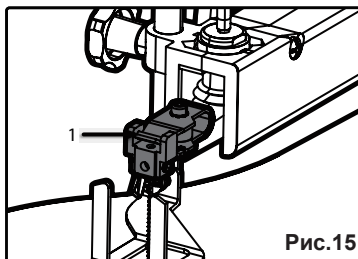

Рис.15
6. Зацепите верхний держатель лезвия за верхний изгиб верхнего держателя лезвия (рис.15- 1).